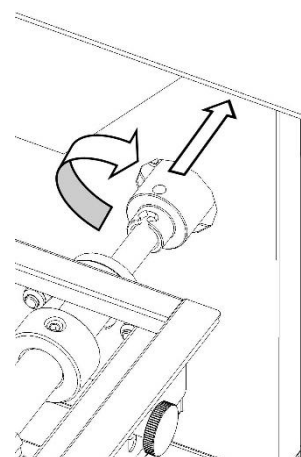

Fig.1B
5. Dann die Kupplung gegen die Schaltvorrichtung schieben lassen und sie von der Netzbandantriebswelle befreien (siehe Abb.1B Abschnitt 9.3.1).
4. Das Gitter von Hand drehen, bis sich der Stift der Vorschubwelle an der Aussparung der Gitterfuge befindet. Die Gitterfuge in Richtung Schaltfeld fahren und dabei von der Vorschubwelle ziehen (Abb.1B).